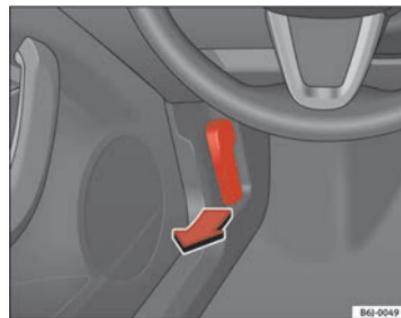

Fig. 113 Palanca apertura capó motor
- Tire de la palanca que se encuentra bajo el tablero de instrumentos ⇒ **fig. 113** en el sentido que indica la flecha. El capó queda desbloqueado por la acción resorte del muelle ⇒ .